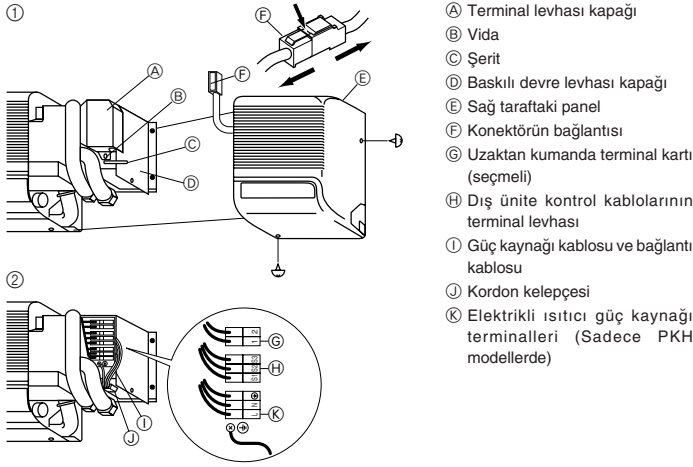

Fig. 6-1
6.1. İç ünite (Fig. 6-1)
- ① Sağ taraftaki paneli çıkarınız. Bunu yapmak için önce alt ve sağ taraftaki vidaları çıkarınız. Kapağı çıkarmak için terminal levhası kapağındaki tespit vidasını çıkarınız.
- ② Elektrik ve kontrol kablosunu bağlayınız. (3 × 2,5 mm² 2 poler).